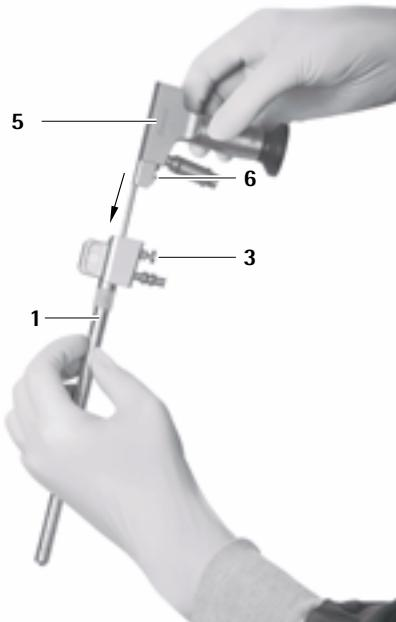
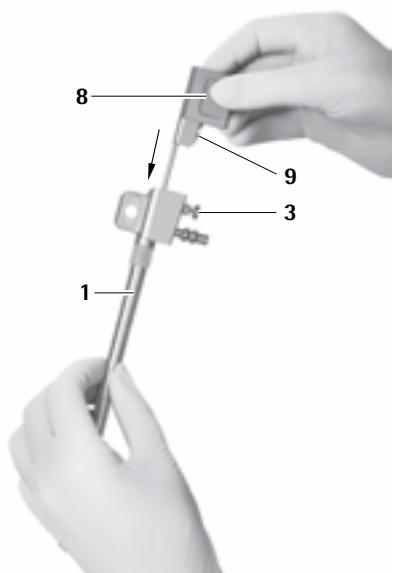

Fig. 14
Fig. 15
- ▶ Para tal, assegurar que os pinos de bloqueio **6** do endoscópio **5** ou os pinos de bloqueio **9** do obturador para canal óptico **8** se encontram no mesmo lado que o botão de desbloqueio **3** do trocante MINOP inVent **1**, ver Fig. 14 e ver Fig. 15.